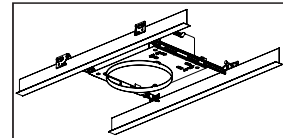

Figure 14
Étape 3. Placez le cadre en position et enclenchez la barre de suspension avec l'encoche en T intégrée sur les barres en T (Fig. 14). Fixez-le en place. Des trous supplémentaires sont prévus pour la fixation avec un câble ou des vis au besoin.